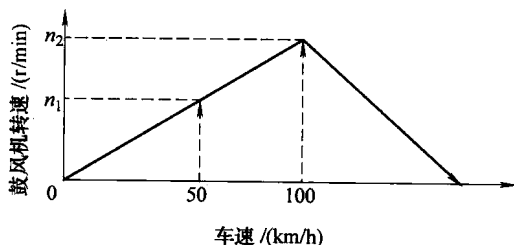

图 1-5 车速补偿
(5) 车速补偿。在车速较高时, 鼓风机的转速可适当降低, 以修正由于在高速下, 冷凝器冷却效果变好, 间接影响空调更冷, 使之与低速时具有一样的感觉, 这种利用车速来补偿鼓风机转速降低所取得空调的冷却效果称为车速补偿, 如图 1-5 所示。